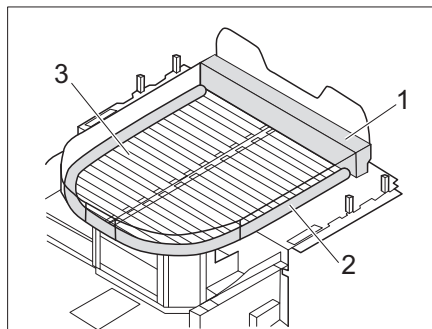

Bild 184 Bett mit Matratzenverlängerung (mit Zusatzmatratze und Bettrost)
- Zusatzmatratzen (Bild 184,1 und 2) an der Stirnseite und um das Queensbett einlegen.
- Bettrost (Bild 184,3) ausziehen.